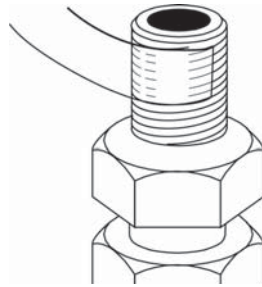

Figura 3
3. Envuelva un pedazo de cinta de PTFE de 3 pulgadas (7,62 cm) de largo hacia la derecha alrededor de las roscas macho de los accesorios. Envuélvalo apretadamente para que entre en las roscas del accesorio y se superponga por lo menos 1/2 pulgada. (Figura 3)